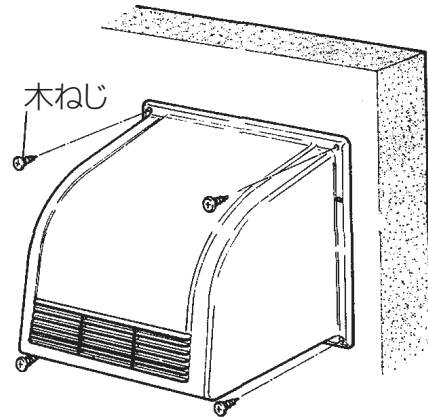

図3
(1) ウェザーカバーを付属の木ねじ（4本）で固定する。(図3)